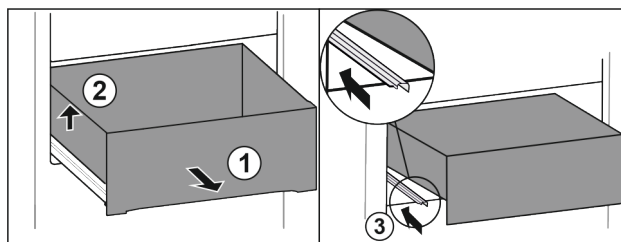

Fig. 89
- Lade tot de aanslag eruit trekken. Fig. 89 (1)
- Lade links optillen. Fig. 89 (2)
- Linker rail erin schuiven. Fig. 89 (3)